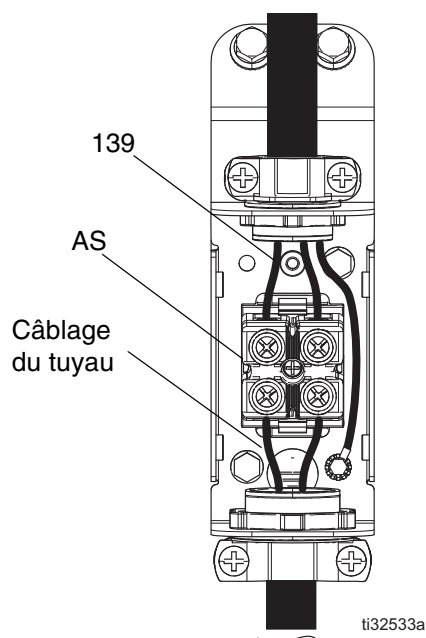

FIG. 70
2. Ouvrir la porte du boîtier électrique (173) en desserrant les boulons (68) et en relevant la porte.
3. Éteindre le disjoncteur CB5 et débrancher les fils du tuyau dans le boîtier de raccordement électrique du tuyau. Consulter la section FIG. 70, page 71.
- b. En présence de continuité, rebrancher les fils du tuyau dans le boîtier de raccordement électrique. Consulter la section FIG. 70, page 71. Allumer le disjoncteur CB5. Fermer la porte du boîtier électrique (173) et serrer les boulons (68).